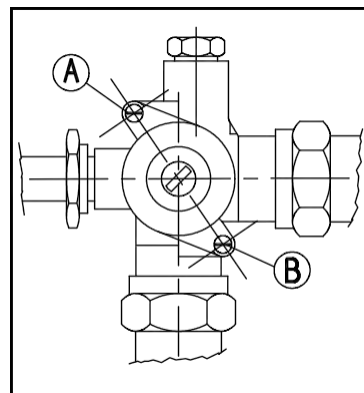

Fig. 4
4.1.- **ENGRASE DE VÁLVULAS (Fig. 4)**